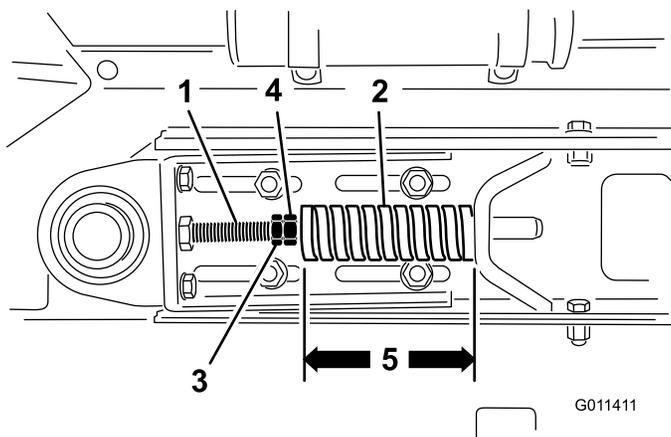

図 26
1. ジャムナットをゆるめて、テンションロッド (図 26) のナットで適切な張りに調整する。